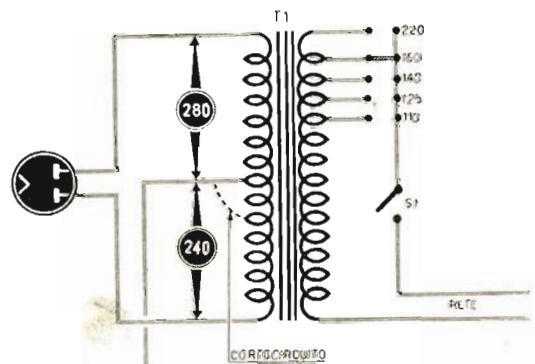

Fig. 4
Per gli schemi di cui a figg. 3 e 4 - 6a puntata, si potrà pensare all'abbruciamento del secondario del trasformatore di alimentazione, o all'interruzione del terminale della presa centrale dell'alta tensione che si collega a massa, o ancora che esista interruzione nella resistenza che collega a massa il centro alta tensione (vedi fig. 4 - 6a puntata).
35) Controllare che la resistenza che collega la raddrizzatrice — o il raddrizzatore al selenio (figg. 1 e 2 - 6ª puntata) — al trasformatore non risulti interrotta, o che l'interruzione riguardi la resistenza che collega il centro alta tensione alla massa (fig. 4 - 6ª puntata).